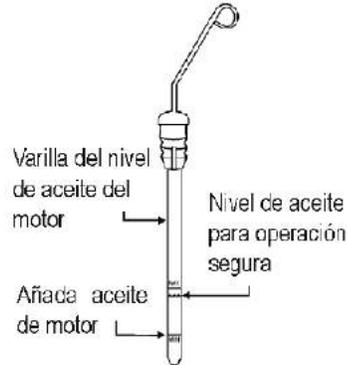

Figura 8. Varilla del Nivel de Aceite del Motor
3. Verifique el nivel del aceite en la varilla (Figura 8).